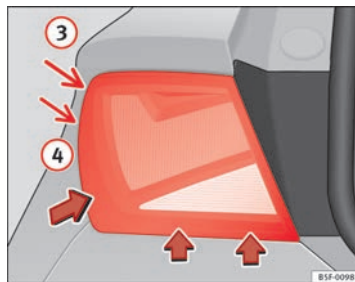

Abb. 152 Ausbau der
- Bewegen Sie die Leuchte in Richtung der Pfeile hin und her, bis sie sich aus der Aufnahme löst (Positionen ③ und ④) ⇒ Abb. 152.